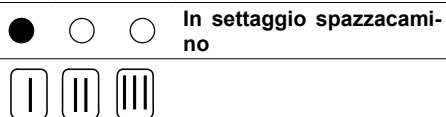

Figura 9.14
- Per settare la funzione spazzacamino le spie di segnalazione 29 devono essere visualizzate come in Figura 9.14 (legenda spie a pag. 15)
La funzione spazzacamino può essere setata anche dal comando remoto agendo come di seguito, mentre il settaggio della massima potenza di riscaldamento deve essere fatta con la manopola regolazione sanitaria 28 in Figura 9.14 .